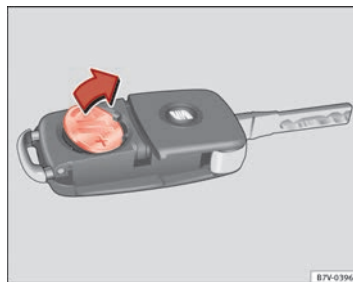

Fig. 44 Chiave del veicolo: togliere la batteria. ►
- Estrarre la batteria dal vano con un oggetto fino adatto ⇒ **fig. 44**.
- Posizionare la batteria nuova nel vano, premendola come indicato ⇒ **fig. 44**, in senso contrario alla freccia ⇒ **②**.